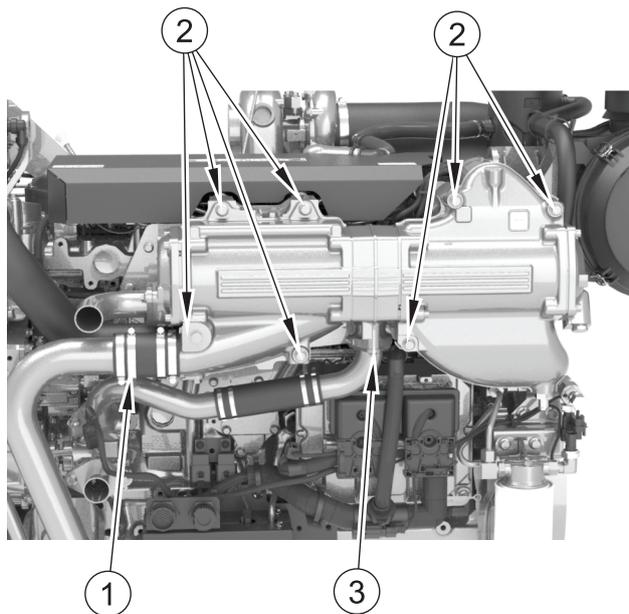

Abbildung 16
2. Lösen Sie die Schlauchschellen (Abbildung 16, Nummer 1).